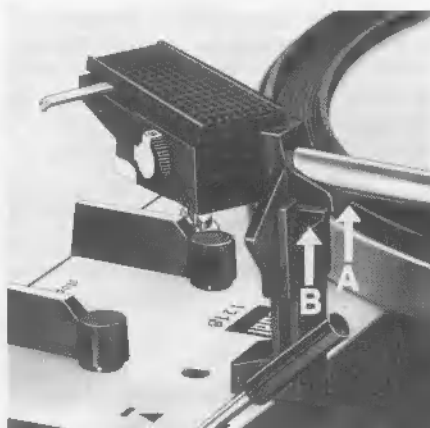

Fig. 18
3. Wenn der Tonarm sich nicht von selbst horizontal einpendelt, Feststellschraube (F) lösen und das Ausgleichsgewicht mit dem Dorn so lange verschieben, bis sich eine unge- fähre Balance ergibt. Der Dorn des Gegen- gewichtes ist dann durch Anziehen der Fest- stellschraube zu arretieren.
4. Die genaue Balance des Tonarmes wird durch Drehen des Ausgleichsgewichtes erreicht. Der Tonarm ist exakt ausbalanciert, wenn Kante "A" des Tonarmprofils und Kante "B" der Tonarmstütze auf gleicher Höhe sind (Fig. 18), oder wenn der Tonarm sich nach Antippen in vertikaler Richtung wieder von selbst in die horizontale Lage einpendelt.